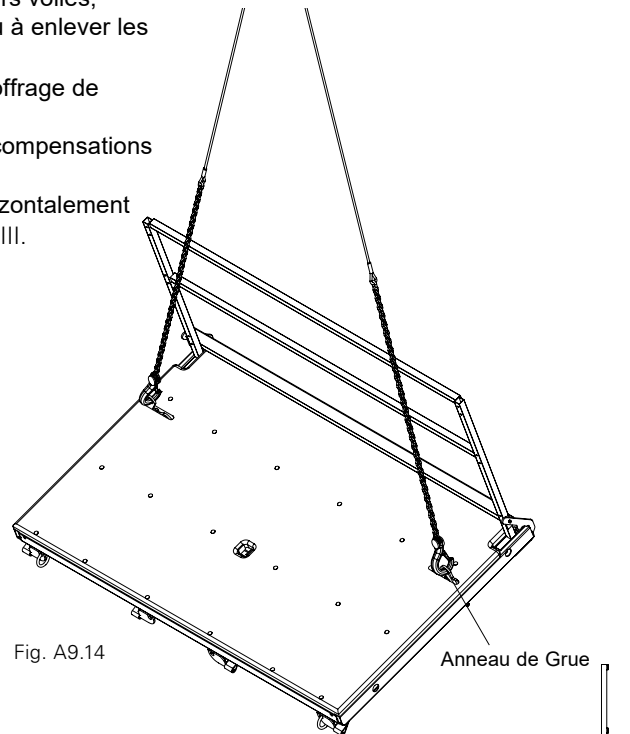

Fig. A9.14
7. Les passerelles sont maintenant déplacées vers la prochaine utilisation (Fig. A9.14).